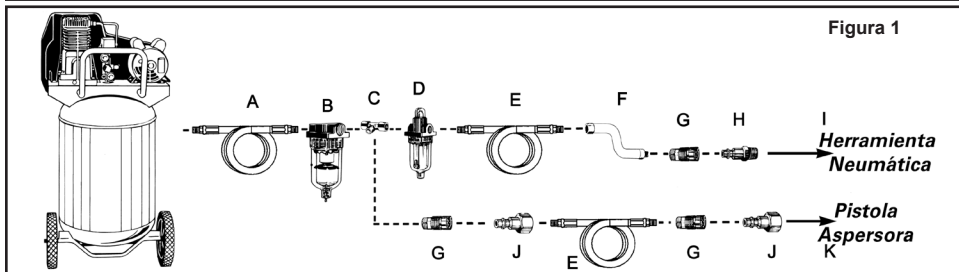

Figura 1
- Conecte la herramienta al acoplador rápido de la manguera de aire. **NOTA: Se recomienda utilizar una manguera de conexión flexible con un cabezal giratorio (P012-0079SP - no incluida) para evitar que la manguera de aire se doble, enrosque o gaste demasiado (ver ítem "F" en la figura 1 para las conexiones recomendadas).**
**Motor neumático:** Para mantener el máximo rendimiento de la herramienta neumática, debe lubricarla en cada uso. El polvo, la suciedad, el óxido y los residuos de aceite se acumularán dentro de la herramienta y reducirán el rendimiento. Se recomienda utilizar un engrasador en línea para la lubricación automática apropiada de las herramientas (vea Figura 1). Si no tiene un engrasador en línea, puede lubricar manualmente la herramienta a través del orificio de entrada (vea Figura 3).